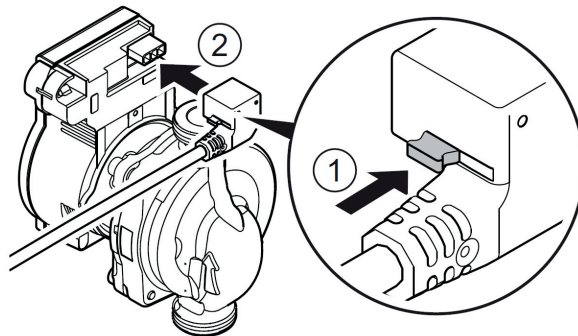

Fig. 6.3:
- Premere il pulsante di arresto associato al connettore della pompa a 3 poli e collegare lo spinotto all'attacco (12) del modulo di controllo finché non scatta in posizione (Fig. 6.3).